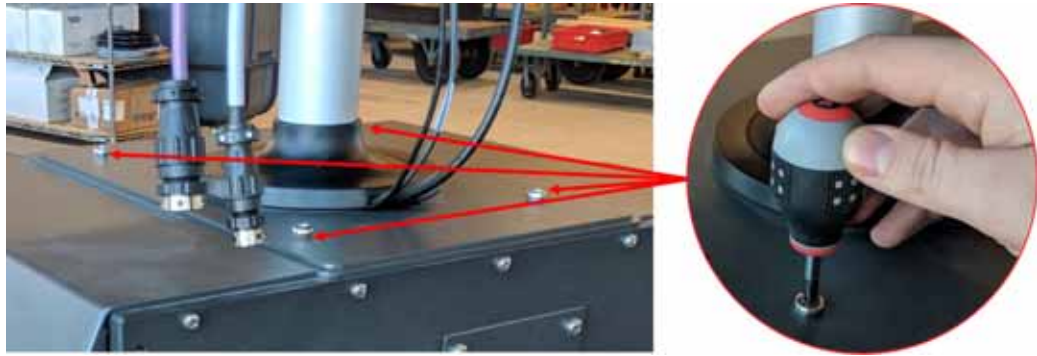

Figura 15-21 Rimuovere le viti dell'interfaccia operatore
4. Usare un cacciavite Phillips #4 per rimuovere le quattro viti che fissano l'interfaccia operatore alla parte superiore del mainframe. Consultare la Figura 15-21.